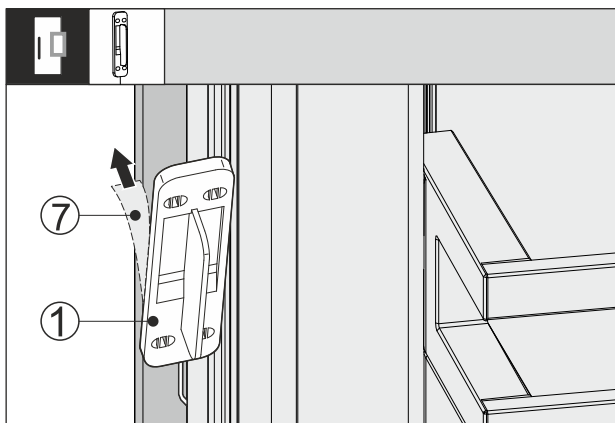

Fig. 65
- ▶ Zdjąć folię ochronną Fig. 65 (7) z tyłu czujnika pukania Fig. 65 (1).